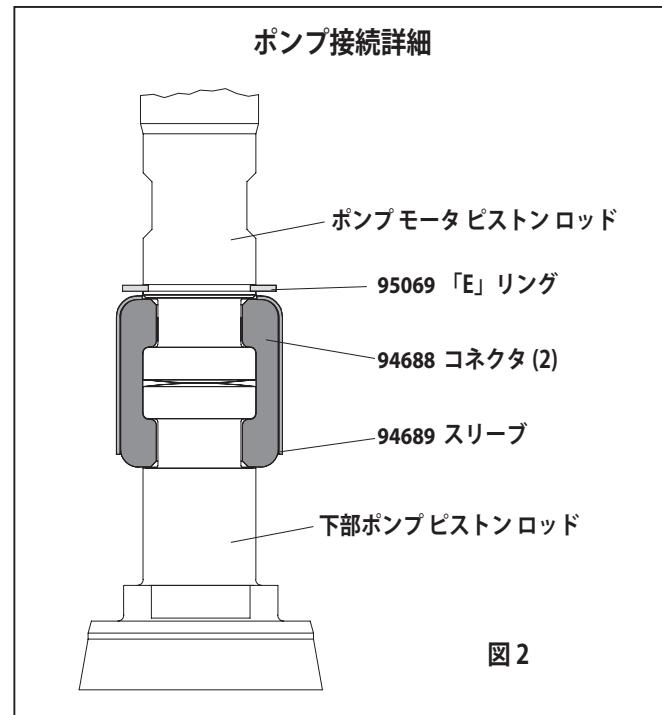

図2
- Eリングベンチを使用して、保持リングを十分上方に移動し、(図2参照)2つのコネクタを解放するスリーブにスライドします。空気モーターは脇に置きます。